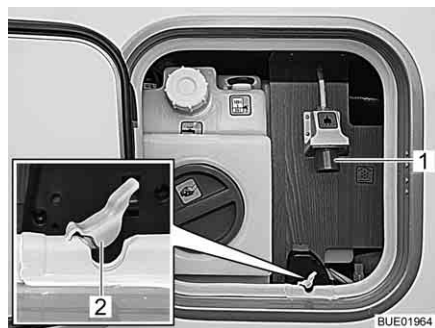

Bild 174 230-V-Anschluss am Fahrzeug
- Abdichtung (Bild 174,2) der Kabeldurchführung öffnen.
- Steckkupplung am 230-V-Anschluss (Bild 174,1) des Fahrzeugs einstecken.
- Am Anschluss (Bild 174,1) des Fahrzeugs Steckkupplung ziehen und Anschlusskabel entfernen.
- Abdichtung (Bild 174,2) der Kabeldurchführung in die Aussparung der Serviceklappendichtung drücken.